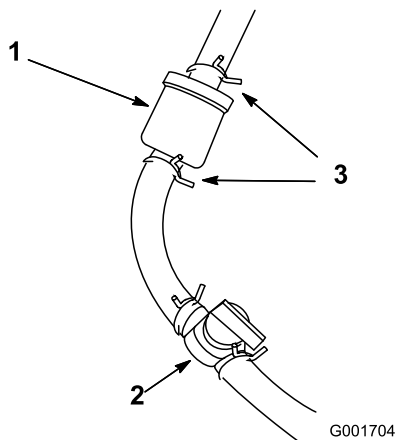

Bild 50
1. Schließen Sie den Kraftstoffhahn (Bild 50).
Vergaserseite des Filters und ziehen die Kraftstoffleitung vom Filter ab (Bild 50).